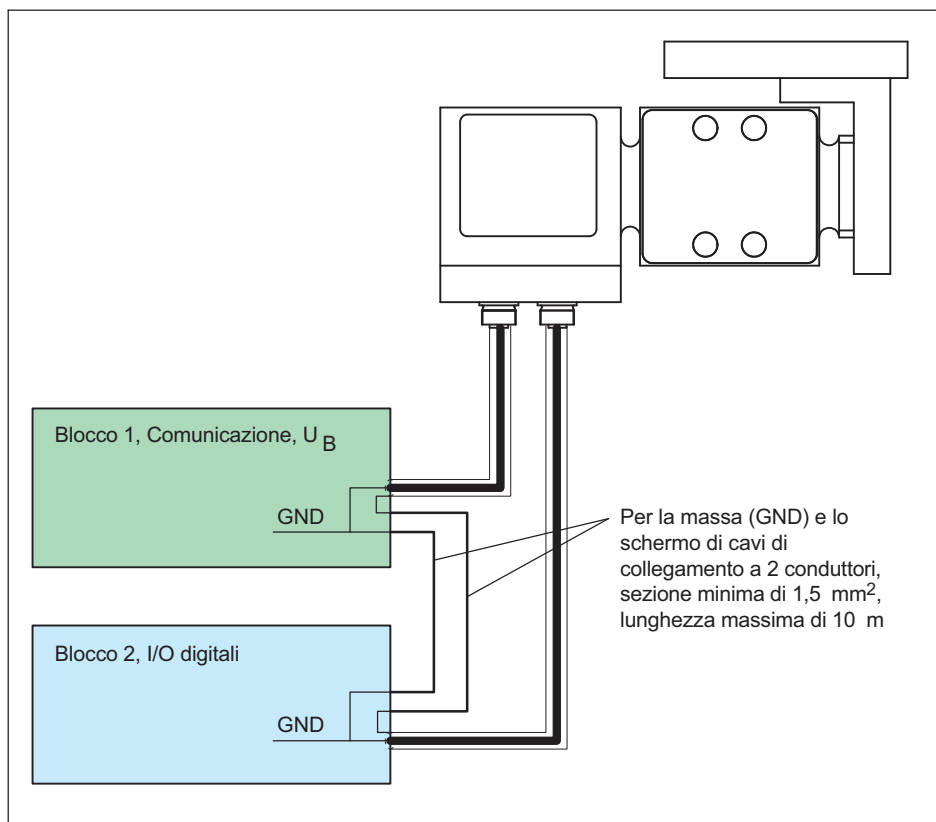

Fig. 7.1 Collegamento del potenziale GND per i blocchi funzione separati
1. i blocchi di uscita, cioè la parte digitale per la commutazione delle uscite e la parte per l'alimentazione con la tensione di esercizio e la interfaccia, sono disposti in modo separato (Fig. 7.1),
Nel primo caso, assicurarsi che sia lo schermo delle due linee che anche il potenziale GND siano collegati ad un conduttore avente una sezione di almeno $1,5 \text{ mm}^2$. A tal scopo sono idonei sia cavi multipolari che cavetti singoli. Tuttavia i cavetti singoli non devono avere percorsi diversi, bensì essere riuniti collocandoli uno vicino all'altro. La lunghezza complessiva di una linea non deve superare i 10 m (Fig. 7.1).